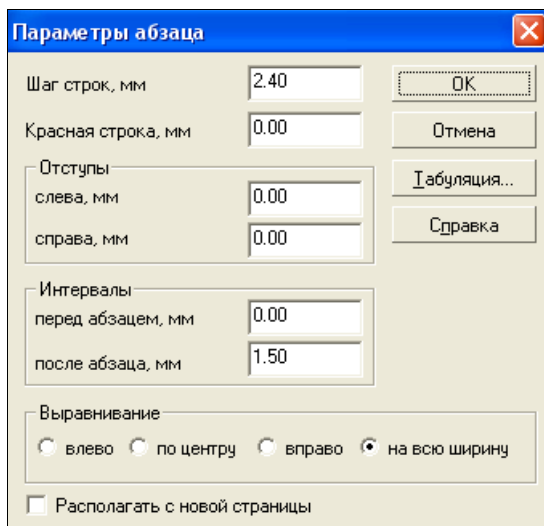

Рис. 23.8. Диалоговое окно **Параметры абзаца**
- ◆ щелкните ЛК мыши на Панели свойств по кнопке **Параметры абзаца**. Система выведет на экран диалоговое окно **Параметры абзаца** (рис. 23.8). Элементы управления диалогового окна рассмотрены в табл. 23.2;